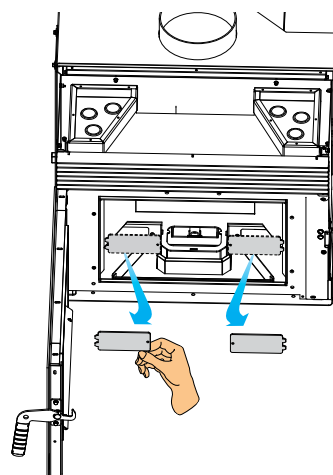

fig. 7.18
- F) Retirer les bouchons du compartiment de l'extracteur de fumées (fig. 7.18).